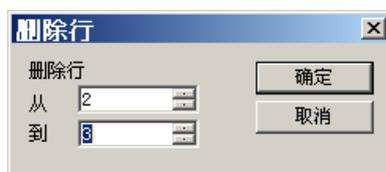

图 18-4
**删除行** 在未选择行的时候，点取“删除行”按钮，出现如图 18-4 的对话框，选择行值，点取确定，选定行即被删除；